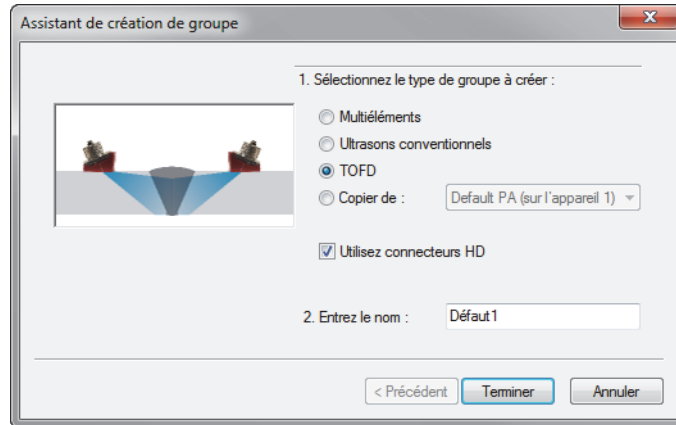

Figure 4-16 Boîte de dialogue Assistant de création de groupe TOFD
2. Dans la boîte de dialogue **Assistant de création de groupe** qui s'affiche, faites ce qui suit (Figure 4-16 à la page 119) :